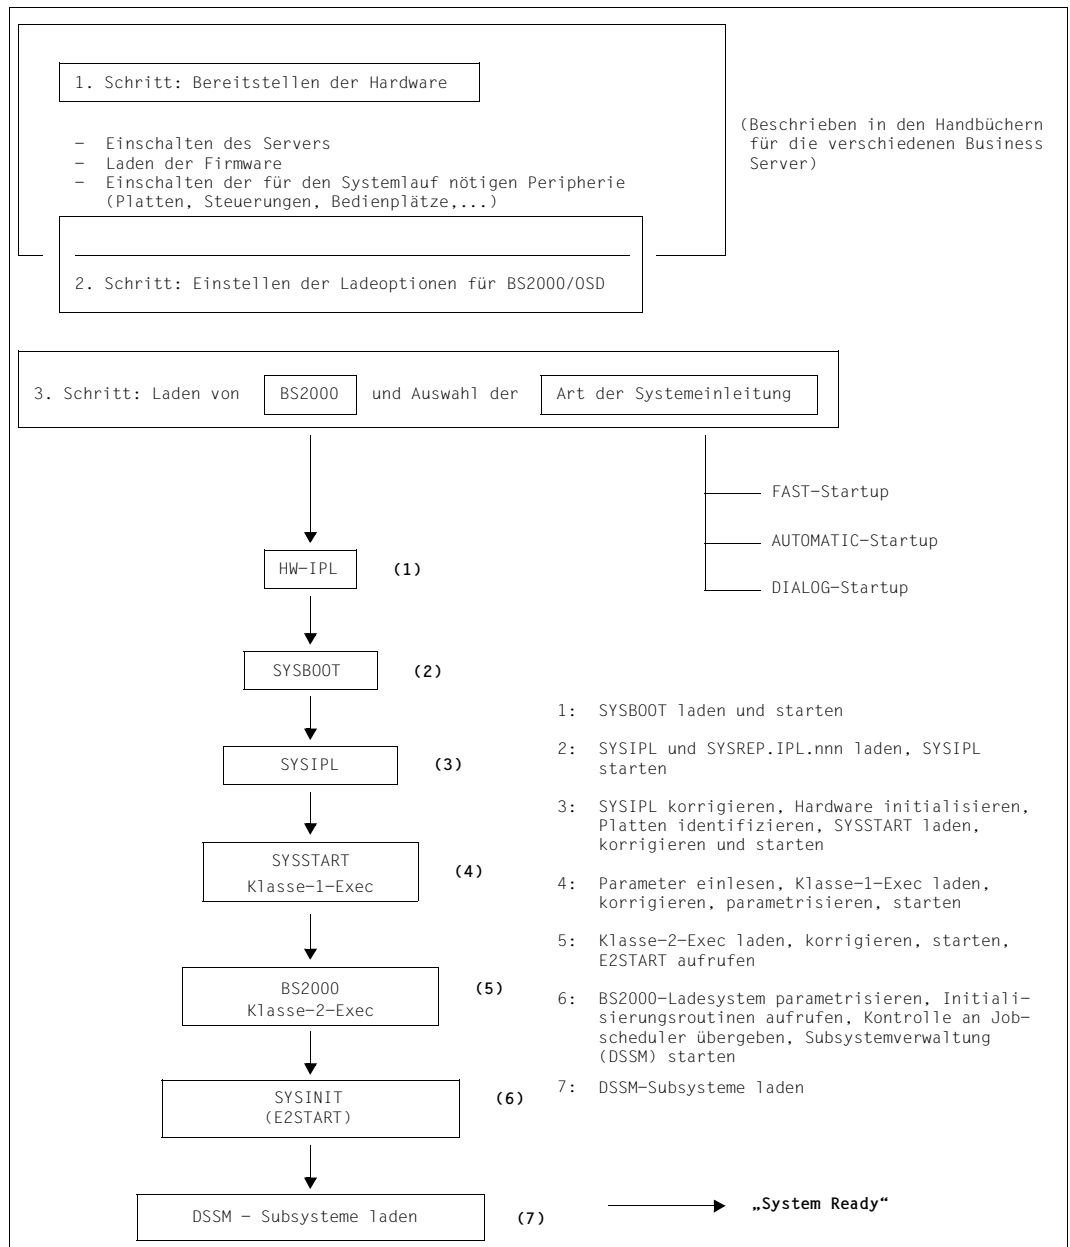

Bild 1: Funktionsabläufe bei der Systemeinleitung von BS2000/OSD
Der interne Ablauf der Systemeinleitung für BS2000/OSD beginnt mit dem Laden des sog. „Urladers“ (SYSBOOT). Dies ist die eigentliche Aufgabe der Routine HW-IPL (Vorgang (1) in Bild 1).
SYSBOOT ist das erste Programm der Systemeinleitung, das elementare Prüfungen vornimmt und eine weitere Laderoutine anstößt (Vorgang (2) in Bild 1).
Diese von SYSBOOT geladene und gestartete Routine ist SYSIPL, die die Aufgabe hat, die Optionen im Modus DIALOG abzufragen und die aktuelle Platten- und Prozessorkonfiguration zu ermitteln (Vorgang (3) in Bild 1). Die Zeitbasis der Systemzeit wird festgelegt. Die Plattenkonfiguration wird auf Vollständigkeit und Eindeutigkeit geprüft. Bei DRV-Platten im Home-Pubset werden die zusammengehörigen Plattenpaare ermittelt. Außerdem wird von dieser Routine entweder SYSSTART oder SLED geladen und jeweils korrigiert.
SYSSTART (Vorgang (4) in Bild 1) ist ein Programm, das die eigentliche Systemeinleitung für BS2000/OSD vorbereitet und durchführt. In der Vorbereitung werden i.W. die Parameter für BS2000/OSD eingelesen, die Objektcodekorrekturen für Klasse-1-Exec ermittelt, sowie die Versionsstände von SYSSTART und BS2000/OSD auf Konsistenz geprüft. In der Durchführung werden die einzelnen Initialisierungsfunktionen von BS2000/OSD tabellengesteuert aufgerufen. Zu diesen Initialisierungsfunktionen gehören auch die Datenstrukturen der virtuellen Speicherverwaltung und die Initialisierung der Paging-Bereiche, womit SYSSTART auch den Übergang in den virtuellen Adressierungsmodus von BS2000/OSD vorbereitet.
Von SYSSTART wird schließlich das BS2000-Ladesystem (Vorgang (5) in Bild 1), das aus den beiden Teilen „Klasse-1-Exec“ (resident) und „Klasse-2-Exec“ (seitenwechselbar) besteht, aufgerufen.
Abschließend wird mit E2START die letzte Phase der Systemeinleitung für BS2000/OSD gestartet (Vorgang (6) in Bild 1). Diese Routine läuft bereits unter BS2000/OSD und bestimmt zunächst den Namen der Kommandodatei (CMDFILE), die nach „System Ready“ automatisch angestartet werden soll.